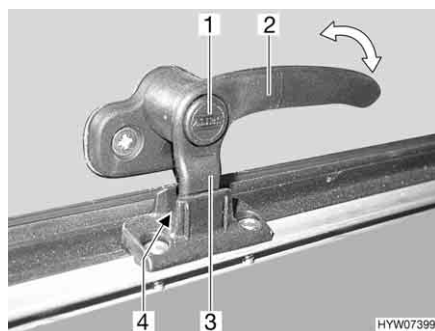
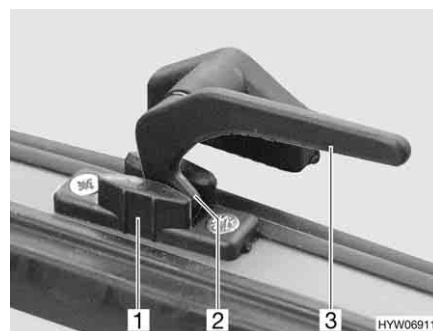

Bild 76 Låsarm med låsknapp i läget "kontinuerlig vädring"
Bild 77 Låsarm i läget "kontinuerlig vädring"
- I läget "kontinuerlig vädring" (Bild 76 och Bild 77)
- Tryck på låsknappen (Bild 76,1) om sådan finns och håll den nedtryckt.
- Sväng låsarmen (Bild 76,2 eller Bild 77,3) ett kvarts varv mot fönstrets mitt.
- Vrid tillbaka låsarmen. Därvid måste låsarmens låsspak (Bild 76,3 eller Bild 77,2) föras in i spåret på fönsterlåsen (Bild 76,4 eller Bild 77,1).
- Släpp låsknappen (Bild 76,1) om sådan finns.